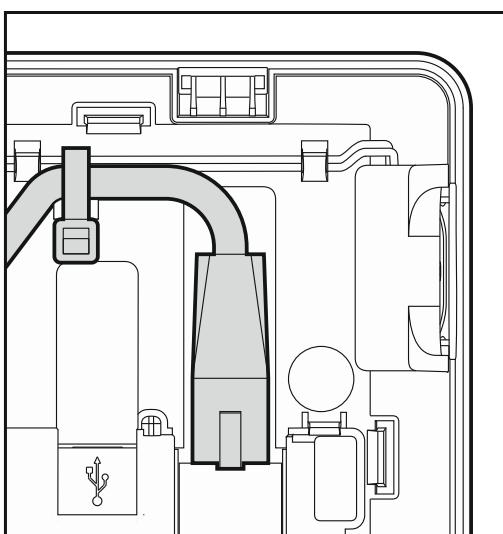

Рис. 5. Способ установки кабеля сети Ethernet.
11. Если клавиатура должна быть подключена к сети Ethernet (должно отображаться изображение с видеокамер или должна использоваться клавиатура, работающая в режиме SLAVE), подключите кабель RJ-45 к соответствующему разъему. Используйте кабель, совместимый со стандартом 100Base-TX (такой же, как при подключении компьютера к сети). Рекомендуется использовать сетевой плоский кабель, который более гибкий, и закрепить его с помощью хомута (см.: рис. 5).